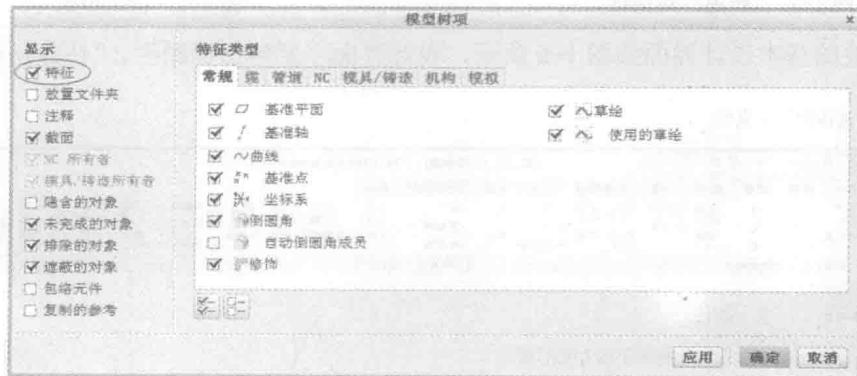

图 1-8 “模型树项”对话框
- 2) 选择“树过滤器”选项，弹出“模型树项”对话框，如图 1-8 所示。